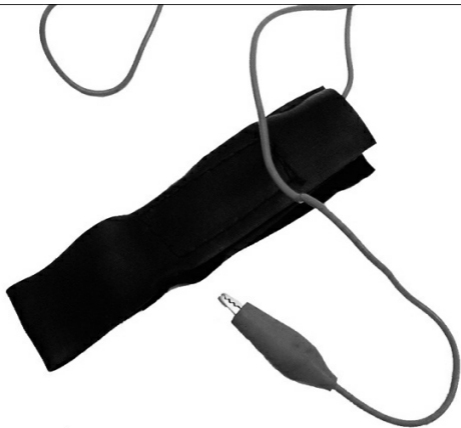

Figura 9.6 Un bracciale antistatico riduce o elimina il rischio di scariche elettrostatiche.
- **Utilizzate un bracciale antistatico.** Un bracciale antistatico (Figura 9.6) si fissa al polso ed evita l'accumulo di cariche elettrostatiche. È uno